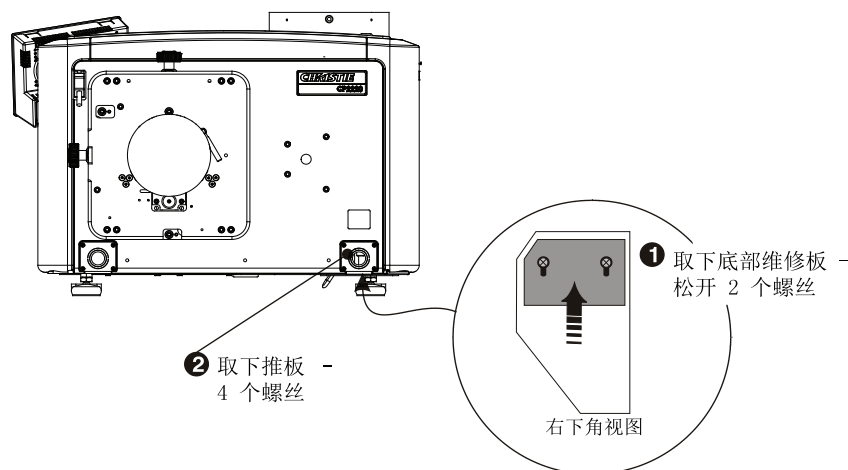

图 2-10
1. 一个小型电气维修板位于数字电影放映机面板的右上角。松开两个螺丝并向前滑动维修板即可露出其下的接线盒。请参阅图 2-10。
1. 一个小型电气维修板位于数字电影放映机面板的右上角。松开两个螺丝并向前滑动维修板即可露出其下的接线盒。图 2-10